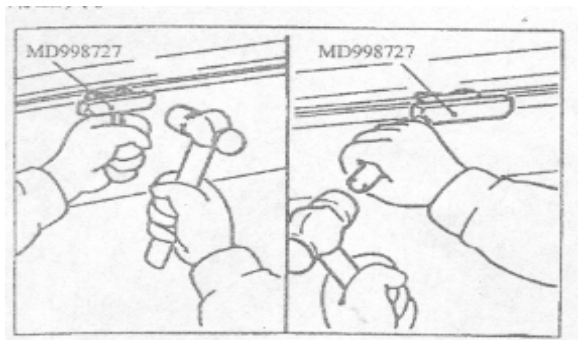

图 3-35
(1) 油底壳的拆卸
- b. 如图 3-35 所示在油底壳与气缸体之间敲入专用工具。